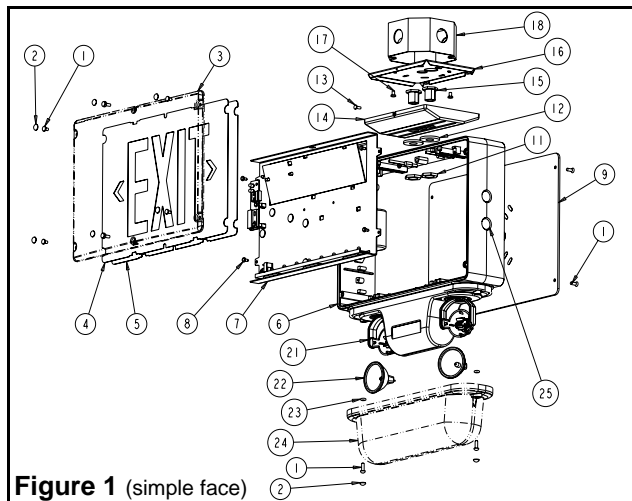
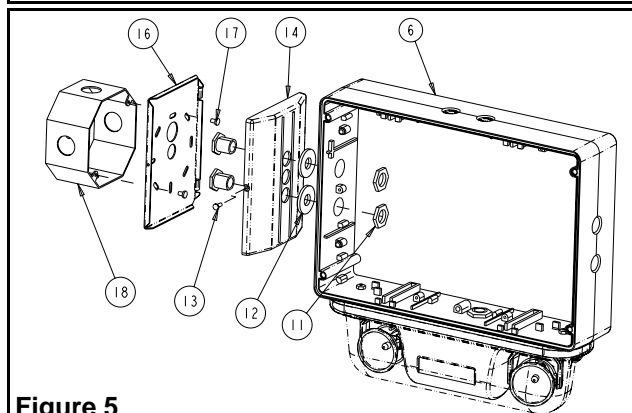

Figure 1 (simple face)
Figure 5
- e. S'assurer que la vis de retenue est accessible (voir figure 1&2, pièce n° 13). Utiliser les vis de la boîte de jonction pour fixer la plaque arrière du pavillon à la boîte de jonction.
- h. Choisir quels trous du cadre serviront au montage (voir les figures 1,2 et 5). Soutenir le cadre à l'aide de deux blocs de bois espacés à un pouce maximum. Enlever les trous défonçables en frappant d'un coup sec à l'aide d'un marteau et d'un tournevis. Débarrasser les trous de toute bavure, afin de permettre un bon contact avec le raccord fileté. Note: le montage en bout (voir figure 5), bien qu'étanche à l'eau, n'est pas certifié Nema 4X.
- i. Fixer le pavillon au cadre à l'aide du raccord fileté. S'assurer que le joint d'étanchéité est bien placé entre le pavillon et le cadre, et les écrous à l'intérieur de l'indicateur (voir figure 5).
Des couverts pour les vis et les trous défonçables (voir figure 1 et 2 pièces 2 et 25) sont fournis. Ces couverts peuvent être installés pour éviter toute accumulation de nourriture. Note: certains détergents utilisés dans l'industrie alimentaire peuvent affecter la durabilité des lentilles en Polycarbonate.